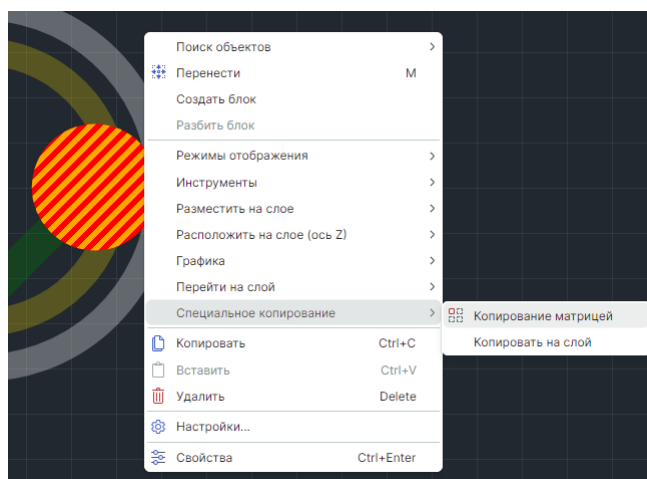

Рис. 351 Вызов инструмента «Копирование матрицей» из контекстного меню
2. Вызовите контекстное меню и выберите пункты «Специальное копирование» → «Копирование матрицей», см. Рис. 351.